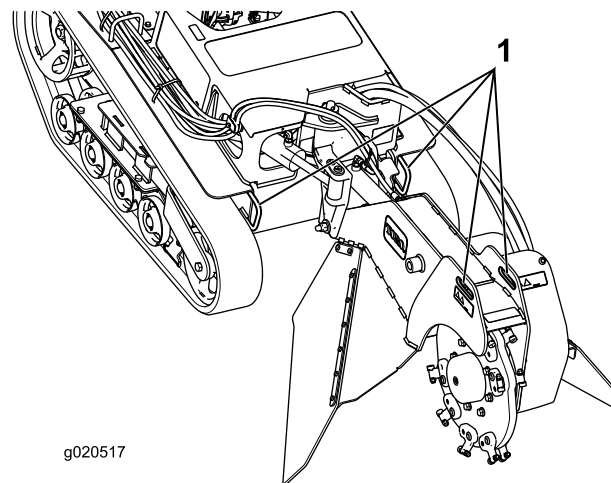
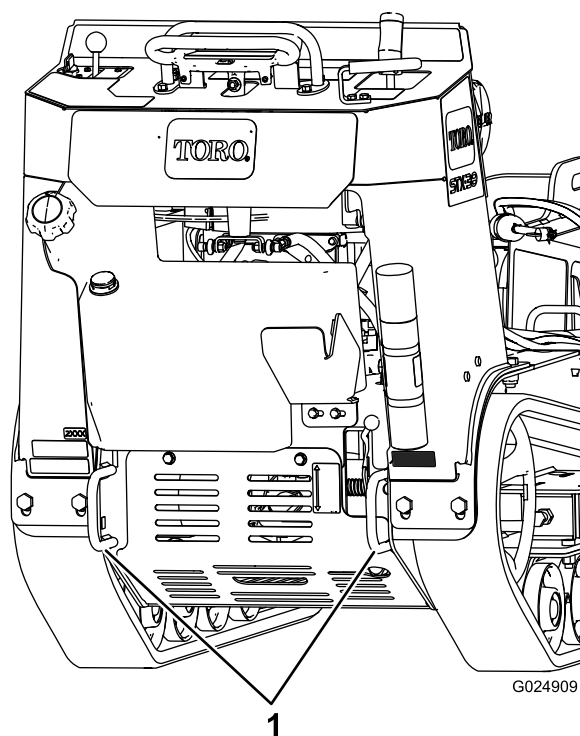

Figura 22
Figura 23
3. Fissate la macchina al rimorchio con catene o cinghie utilizzando gli anelli di attacco/ sollevamento sulla parte anteriore e posteriore della macchina (Figura 22 e Figura 23).
La macchina può essere sollevata utilizzando gli anelli di attacco/ sollevamento come punti di sollevamento (Figura 22 e Figura 23).